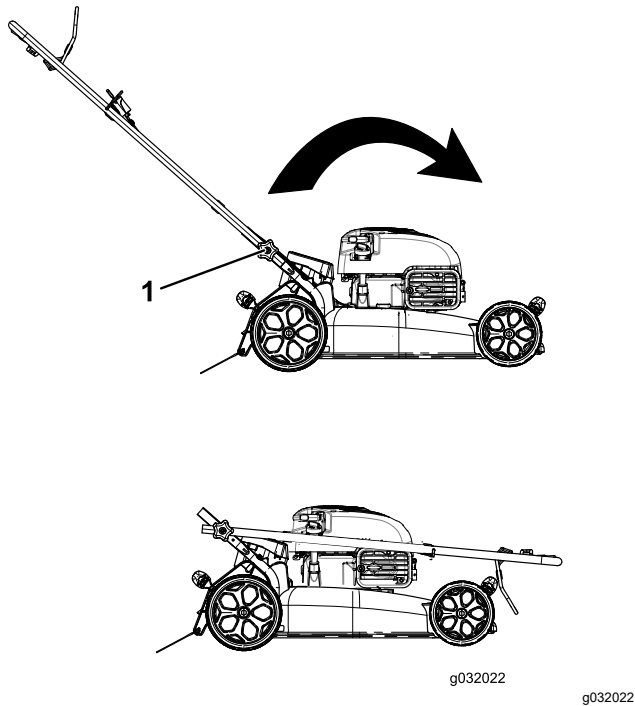

Figura 17
1. Allentate le manopole della stegola finché non riuscite a muovere liberamente la stegola stessa (Figura 17).
1. Manopola della stegola (2)
2. Piegate la stegola in avanti come mostrato nella Figura 17.